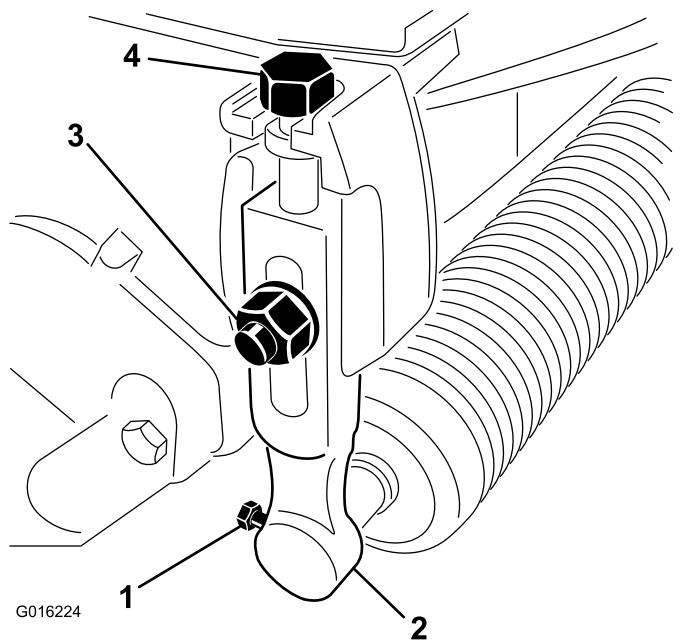

Рисунок 1
2. Отпустите винты, которые крепят каждый конец переднего валика к рычагам высоты скашивания (Рисунок 1).
каждому концу режущего блока (Рисунок 1). Снимите рычаги высоты скашивания и узел валика.
4. Снимите винты регулировки высоты скашивания с рычагов высоты скашивания (Рисунок 1).